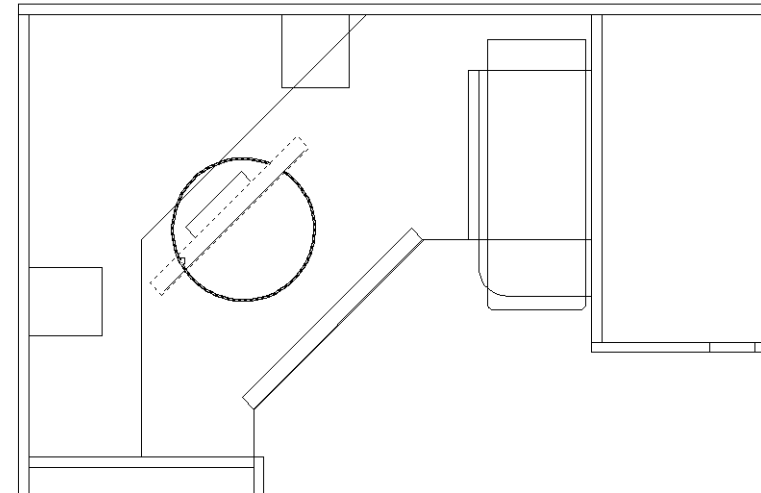

Рис. 5.26 ▼ Первый фрагмент удален, выбор второго фрагмента
- Запустите инструмент **Повернуть** (Rotate) самым удобным для вас способом (например, введите **пов** (RO) в командном окне).
- Щелкните на контуре окружности в тех местах, которые приходятся на внутреннюю область большого прямоугольника, как показано на рис. 5.26.